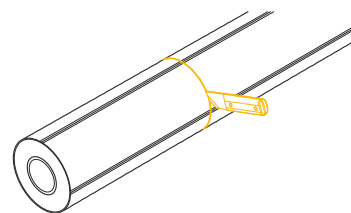

Рис. 4.4.2
2. Ножом (или ножовкой) надрезать защитную оболочку в соответствии с нанесенной меткой (рис. 4.4.2).